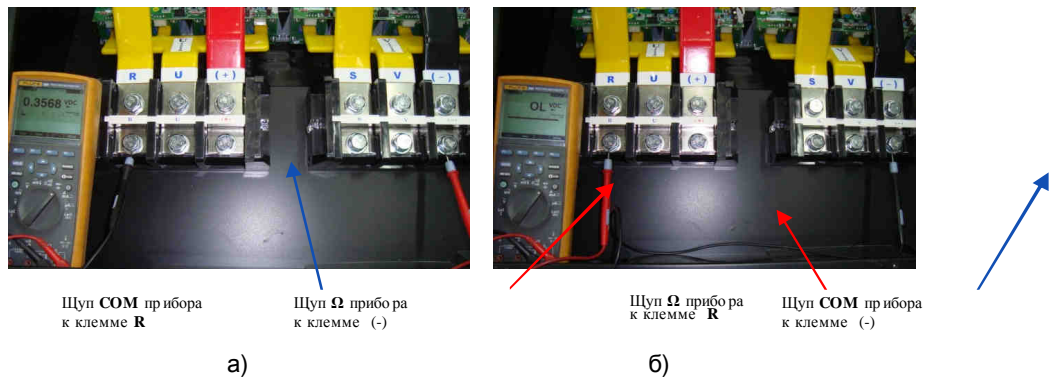

Рис. 4.6.
- 4.7.1.1. Установить мультиметр в режим «Прозвонка диодов». Проверить цепь «-» - «R». При исправных модулях цепь должна звониться как «диод»: при прямой проводимости показания прибора должны быть в диапазоне 0,3 – 1,0 и должен звучать короткий звуковой сигнал (рис. 4.6 а); при обратной проводимости - «обрыв цепи» (рис. 4.6 б).